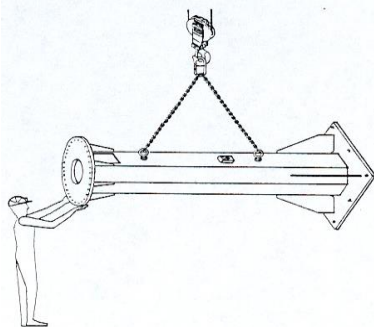

fig.8
- Effettuare la presa, con idonee imbracature nei punti prefissati (fig.8).e movimentare con molta attenzione le parti della gru ed i suoi accessori, nella zona adibita per lo scarico evitando oscillazioni, pendolamenti e sbilanciamenti pericolosi.